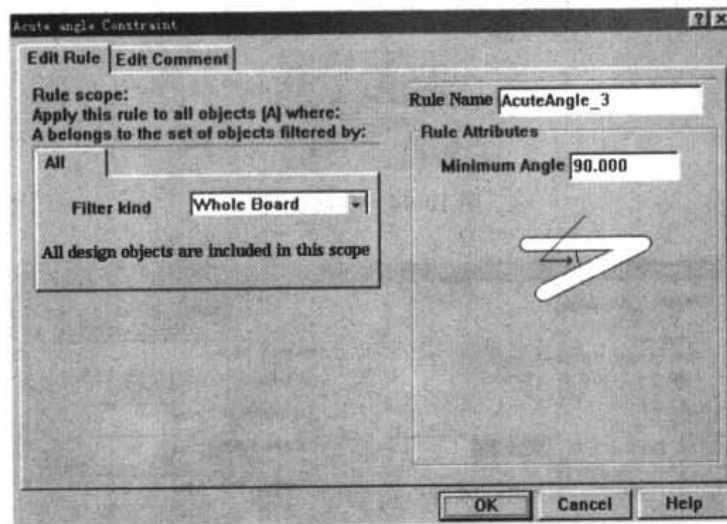

图 10-97 布线拐角阈值设置对话框
- **Acute Angle Constraint:** 布线拐角阈值。该规则用于设置布线拐角的最小值。如果导线拐角太小, 在制造电路板时会造成过度蚀刻铜层的问题, 故应限制导线拐角的最小值。Acute Angle Constraint (布线拐角阈值) 设置对话框, 即如图 10-97 所示。可在 Minimum Angle (最小角度) 处, 输入拐角最小值。